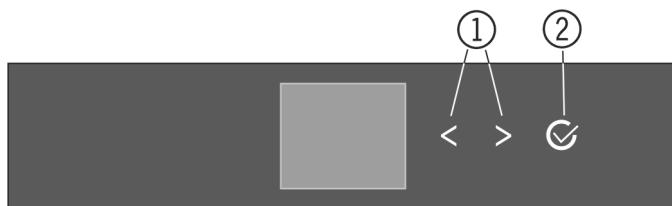
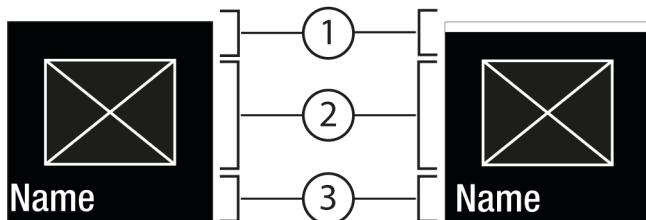
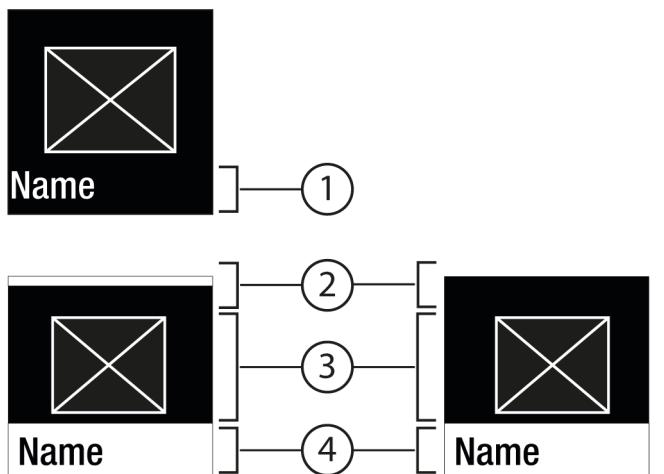

Fig. 5
Fig. 6
Fig. 7
(2) Potvrdiť
Navigačná šípka vľavo/vpravo Fig. 5 (1):
Potvrdiť Fig. 5 (2):
- Navigujte pomocou navigačnej šípky vľavo/vpravo Fig. 5 (1).
- Pomocou Potvrdiť Fig. 5 (2) vyvolajte podmenu Fig. 7 (4).
- Nastavenie novej hodnoty: Pomocou Potvrdiť Fig. 5 (2) vyberte deaktivovanú hodnotu Fig. 6 (1).
- Späť na menu: pomocou Potvrdiť Fig. 5 (2) vyberte už aktivovanú hodnotu Fig. 6 (2).
- ▶ Navigačné šípky Fig. 5 (1) stláčajte dovtedy, kým sa nezobrazí funkcia .
- ▶ Stlačte Potvrdiť Fig. 5 (2).
▶ Navigačné šípky Fig. 5 (1) stláčajte dovtedy, kým sa nezobrazí funkcia .
▶ Stlačte Potvrdiť Fig. 5 (2).
▶ Navigačnými šípkami Fig. 5 (1) zvolte hodnotu nastavenia.
▷ Stav: aktivovaná Fig. 6 (1) sa krátko objaví v podmenu Fig. 7 (4).
- ▶ Navigačné šípky Fig. 5 (1) stláčajte dovtedy, kým sa nezobrazia nastavenia .
- ▶ Navigačné šípky Fig. 5 (1) stáčajte dovtedy, kým sa nezobrazia požadované nastavenie.
- ▶ Na 3 sekundy stlačte Potvrdiť Fig. 5 (2).